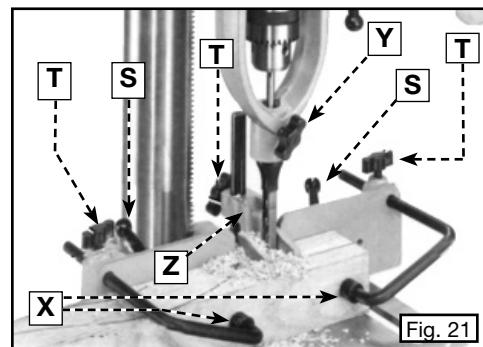

Fig. 21
Coloque la pieza de trabajo sobre la mesa y ajuste la altura de la mesa de manera que la punta del cincel libere la pieza por 12,7 mm (1/2"). Baje el cincel a lo largo del borde de la pieza de trabajo para medir la profundidad de la mortaja. Ajuste el tope de profundidad de la prensa de taladro para controlar la profundidad de la mortaja. Ajuste las guías (X) Fig. 21 para sostener el trabajo contra la guía (Y), inclinándolas si es necesario. Baje la plantilla de guía (Z) contra la parte superior del trabajo. Esta plantilla de guía debería sostener el trabajo en su lugar, pero también debería permitir que la pieza de trabajo se deslice hacia su próxima posición. Estos brazos de la plantilla de guía se ajustan en forma independiente. Una vez que los ajuste, apriete los tornillos de ajuste manual (T).
Afloje las palancas de bloqueo (S) Fig. 21, que sostienen la guía del dispositivo para cortar mortajas en la mesa de la prensa para taladro. Mueva la guía hacia adelante o hacia la columna para llevar la pieza de trabajo a la posición deseada debajo del cincel para cortar mortajas. Ajuste las perillas de bloqueo.
Deslice la pieza de trabajo por la guía para asegurarse de que los cortes estén alineados. Afloje la palanca de bloqueo (Y) Fig. 21, y gire el cincel en el soporte (si es necesario) para que quede en escuadra con el corte. Ajuste el mango de bloqueo (Y).